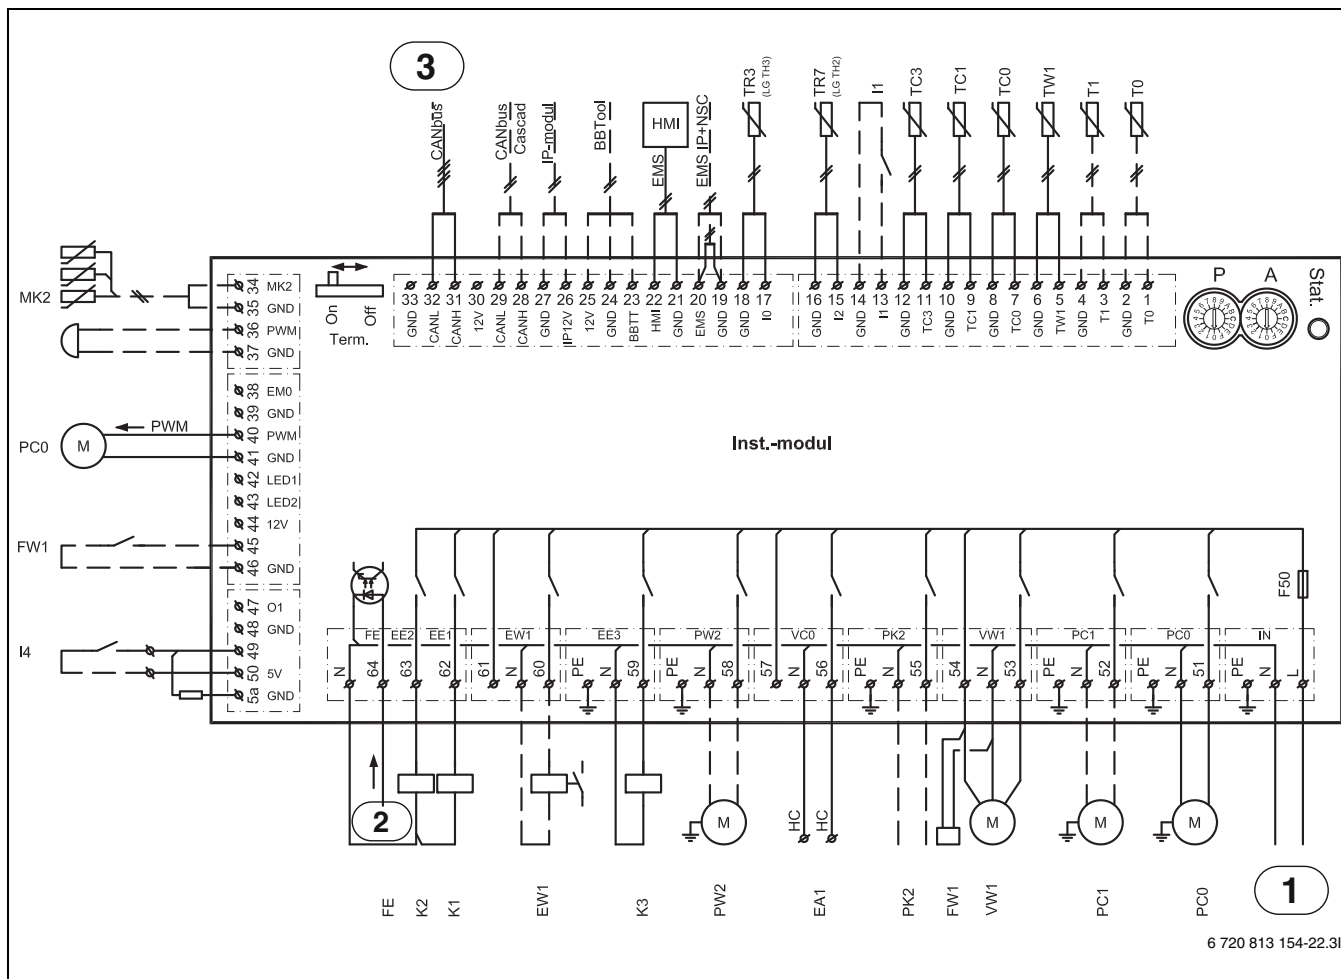

Fig. 35 Strømdiagram installationsmodul
- [1] Driftsspænding installationsmodul ([1] fig. 35)
- [2] Alarmudgang elvarmeindsats ([2] fig. 35)